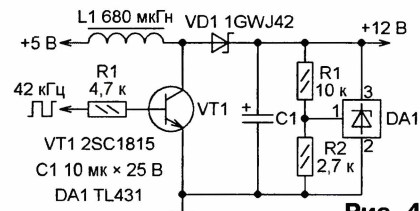

Рис. 4
**Импульсный повышающий преобразователь с параллельным стабилизатором напряжения** можно собрать по схеме, показанной на рис. 4. Это фрагмент схемы, находящейся в архиве <<http://homepage2.nifty.com/denshiken/DUAL648B.LZH>>. Прямоугольные импульсы частотой 42 кГц, поступающие на базу транзистора VT1, формирует микроконтроллер. Энергия,